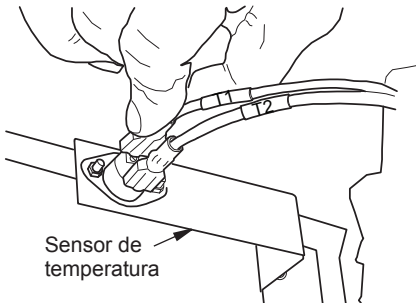

Figura 23 - Cables del sensor de temperatura
6. Conectar dos cables negro y amarillo (puertos hembra) marcados T1 y T2 con los dos puertos macho en el sensor de temperatura (consulte la figura 23).